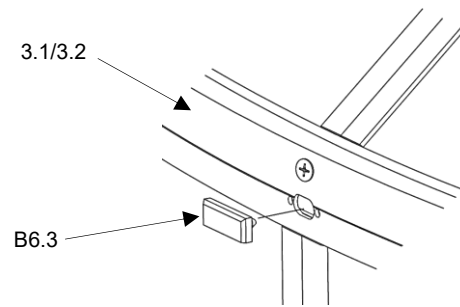

Abb.68
- Entwässerungskappen (**B6.3**) in den Bohrungen der Traufprofilen (**3.1/3.2**) positionieren. (Abb.68)